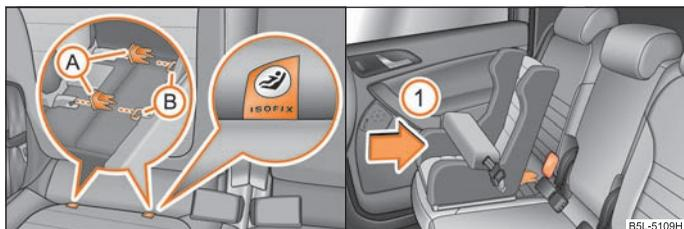

Fig. 148 Occhielli di ritegno (sistema ISOFIX) / Introduzione del seggiolino ISOFIX negli adattatori precedentemente montati
Tra lo schienale e il cuscino del sedile lato passeggero sono disposti due occhielli di ritegno per il fissaggio di un seggiolino per bambini con il sistema "ISOFIX". Sui sedili posteriori esterni, gli occhielli di ritegno si trovano sotto l'imbottitura. Le ubicazioni sono sempre segnalate da cartellini con la scritta "ISOFIX" ⇒ fig. 148 - lato sinistro.
- Innestare gli adattatori (A) sugli occhielli di ritegno (B) tra lo schienale e i cuscini dei sedili ⇒ fig. 148.
- Introdurre i bracci di arresto del seggiolino negli occhielli di ritegno in direzione della freccia (1) fino ad avvertire lo scatto in posizione ⇒ fig. 148.